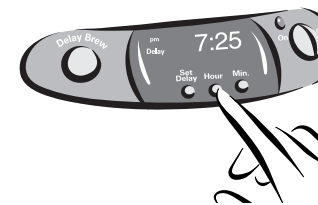

FIGURA A-1
- 1) Presione sin soltar el botón de hora HOUR hasta que en la pantalla del reloj aparezca la hora correcta. Consulte la Figura A-1.